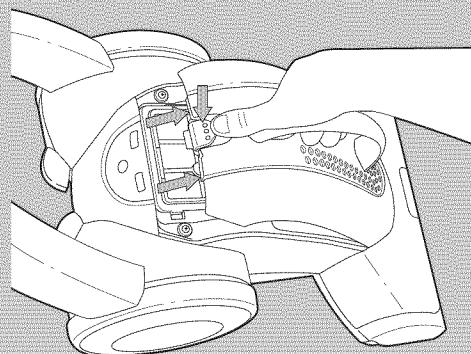

Fig. 6
- 15 If the cleaner is plugged in but the cleaner will not turn on and no indicators illuminate, check to ensure that the bag cover (Fig. 6) is securely in place. If it is not, latch it correctly and turn on the cleaner.
- 17 Push the bag cover latch and remove the cover as shown (Fig. 6).
- 15 Si l'aspirateur est prisé mais ne s'allume pas et si aucun témoin ne s'allume, vérifier que le couvercle de sac (Fig. 6) est bien assujetti en place. S'il ne l'est pas, verrouillez-le correctement et allumer l'aspirateur.
- 17 Poussez le verrou du couvercle de sac et retirez-le de la manière illustrée (Fig. 6).
- 15 Si la aspiradora está enchufada pero no se enciende y no se iluminan los indicadores, verifique que la cubierta de la bolsa (Fig. 6) esté firmemente colocada en su sitio.
- 17 Presione la trabla de la cubierta de la bolsa y retire la cubierta como se muestra (Fig. 6).